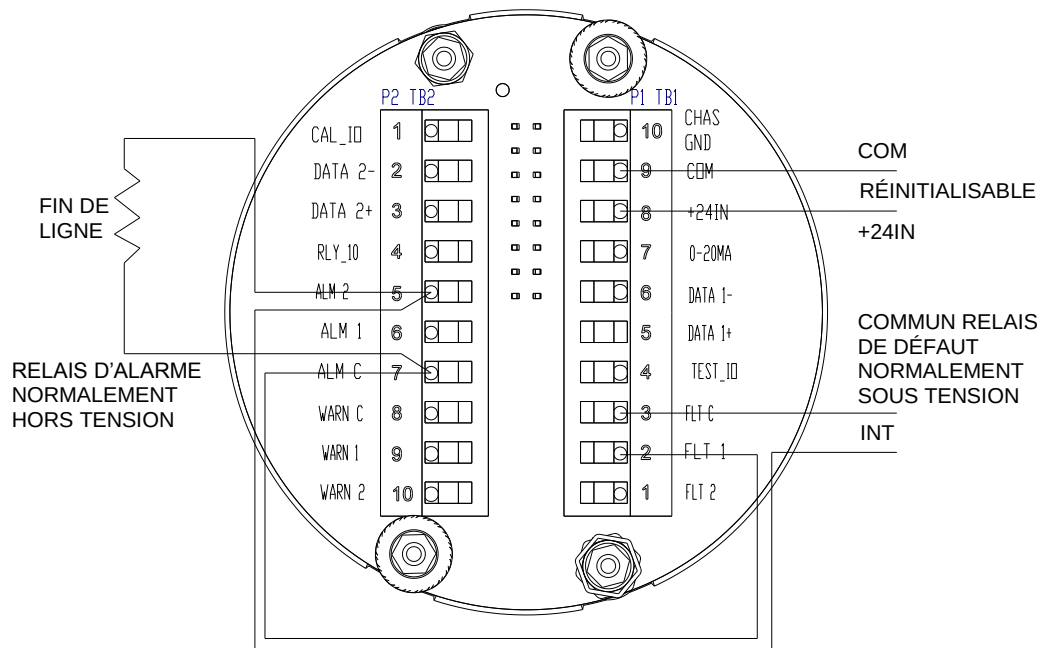

Figure 5 : Terminaisons du site montrant le câblage pour les systèmes d'alarme incendie¹
1. Desserrez les vis incorporées (A) situées sur le boîtier optique.
3. Effectuez le câblage de l'appareil au câblage du site en suivant le diagramme de connexions de la Figure 5.